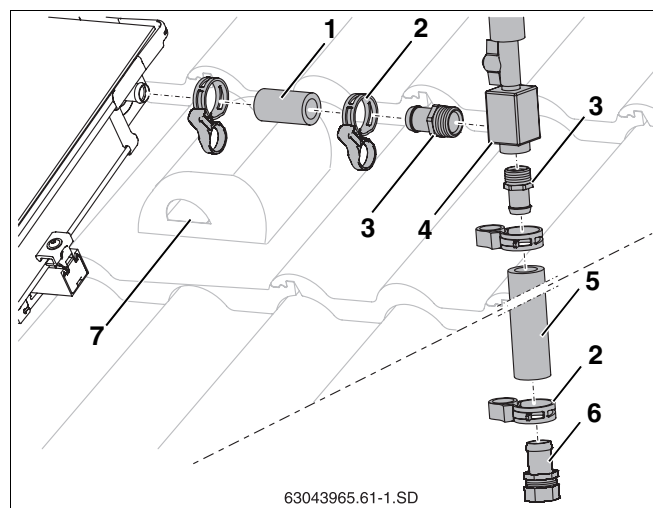

Рис. 57 Подключение воздушного клапана на крыше
- Надеть короткий шланг (55 мм, рис. 57, **поз. 1**) на штуцер подключения подающей линии коллектора и зажать пружинным хомутом.
- Завернуть наконечники $R\frac{3}{4}$ с кольцом (рис. 57, **поз. 3**) в воздухохоборник (рис. 57, **поз. 4**).
- До упора вставить наконечники (рис. 57, **поз. 3**) в шланги (рис. 57, **поз. 1** и **5**) и зажать пружинными хомутами (рис. 57, **поз. 2**).
- Вставить наконечник с зажимным кольцом (рис. 57, **поз. 6**) в шланг солнечного коллектора до упора и зажать пружинным хомутом.
- Провести шланг солнечного коллектора вместе с кабелем датчика через черепицу с вентиляционным отверстием (рис. 57, **поз. 7**) и изоляцию кровли.
- Подключить сборную линию к наконечнику шланга с зажимным кольцом (18 мм) (рис. 57, **поз. 6**).